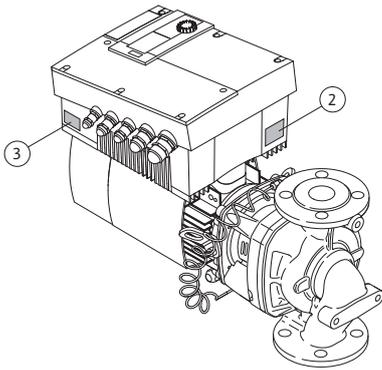

Fig. 12: Collocazione delle targhette dati:
- La targhetta dati del propulsore si trova sul modulo elettronico sul lato dei passacavi (Fig. 12, pos. 3). I collegamenti elettrici devono essere eseguiti secondo le indicazioni riportate sulla targhetta dati del propulsore.